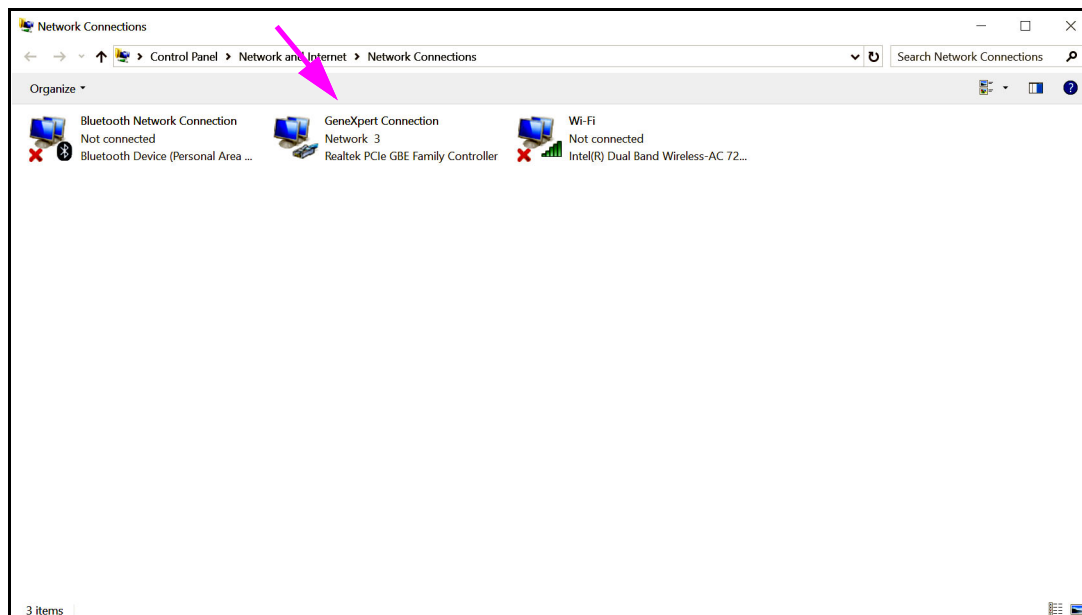

Figura 2-46. Pantalla Network Connections (Conexiones de red)
- Haga clic en **Change adapter settings (Cambiar configuración del adaptador)**. Aparece la ventana **Network Connections (Conexiones de red)**. Consulte la figura 2-46.